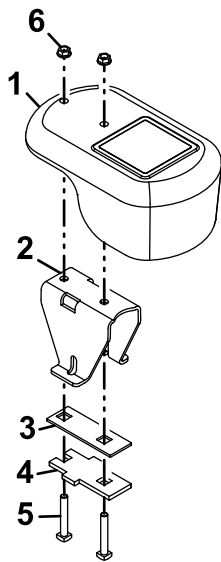

Bild 7
1. Befestigen Sie die Platten mit den Schrauben ($\frac{3}{8}$ " x $2\frac{1}{2}$ " und Muttern ($\frac{3}{8}$ " am Ballast (Bild 7).